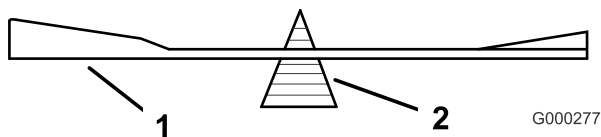
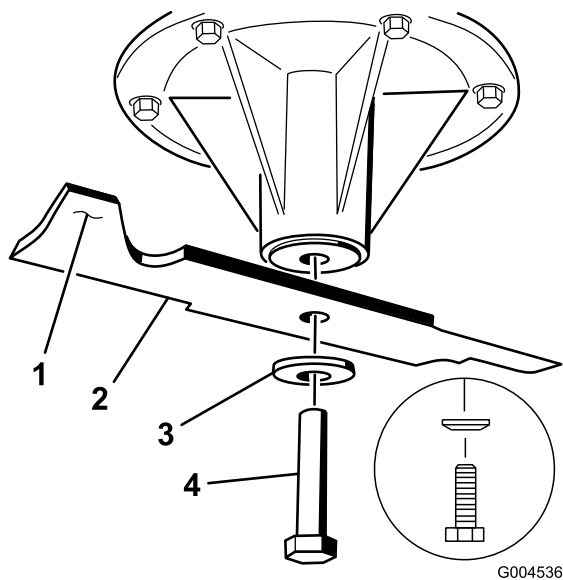

Figure 92
Figure 93
- Vérifiez l'équilibre de la lame en la plaçant sur un équilibreur (Figure 92). Si la lame reste horizontale, elle est équilibrée et peut être utilisée. Si la lame est déséquilibrée, limez un peu l'extrémité de la partie relevée seulement (Figure 93). Répétez la procédure jusqu'à ce que la lame soit équilibrée.
- Reposez sur les axes, les lames gauche et centrale, les rondelles bombées et les boulons de lame (Figure 93 et Figure 94).
**Remarque:** Le cône de la rondelle bombée doit être dirigé vers la tête du boulon (Figure 93).
- Posez sur l'axe, la lame droite, la rondelle bombée et le boulon (fileté à gauche) (Figure 93 et Figure 94).